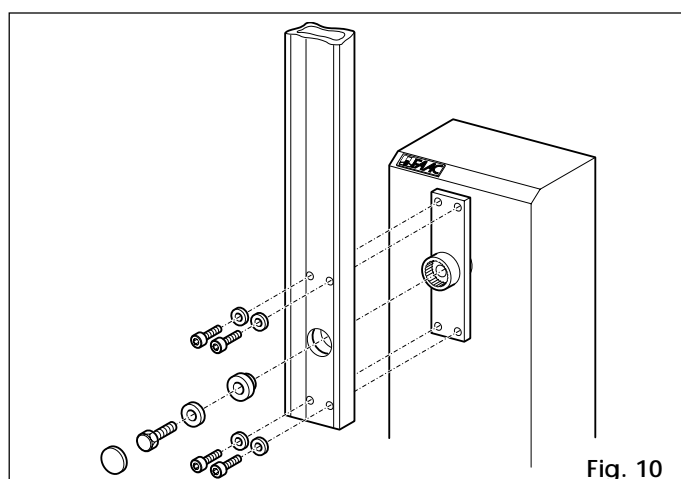

Fig. 10
- 4) Assembler la lisse au moyen de la visserie fournie comme indiqué en fig. 10 et 10 b. Mettre en place le bouchon d'obturation (uniquement 620). La bande de caoutchouc doit être montée au bas de la lisse.